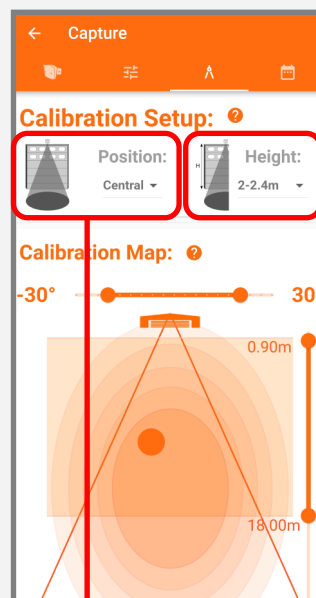

Bild 3
Wählen Sie nun die Endzeit wie zuvor beschrieben. *Bild 3*
20:30 *Fig. 3*
- 3) Rufen Sie das Menü "Kalibrierungseinstellung" auf und wählen Sie die Position (links, mittig, rechts vom Tor) und die Montagehöhe. Das Radar verwendet dann die AutoTune-Funktion, um die entsprechenden Parameter automatisch einzustellen. (Bild 3)
- 5) Die Konfiguration ist abgeschlossen. Optional: auf der Seite "Kalibrierungseinstellungen" (Bild 3) ist es möglich, die Radarerfassung in Echtzeit darzustellen. Und es ist möglich, die Bodenprojektion durch Ändern der Winkel und der minimalen und maximalen Erfassungsentfernungen anzupassen.